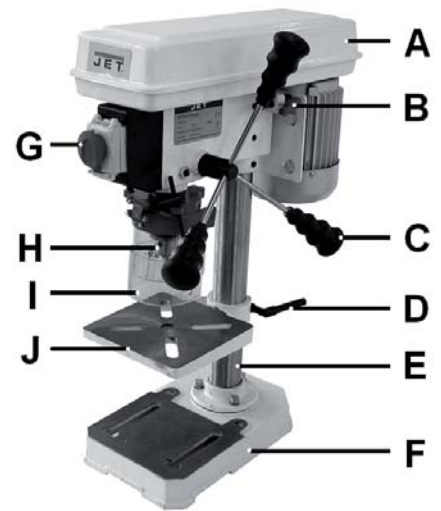

Рис. 1
- Встановіть стійку (B, Рисунок 1) на цоколь верстата (F).
- З шестигранних гвинтів (D) добре затягніть.
- Надягніть патрон (J, Рисунок 1) на конус шпинделя.
- Відкрутіть кріплення майданчика мотора (B, Рисунок 1).